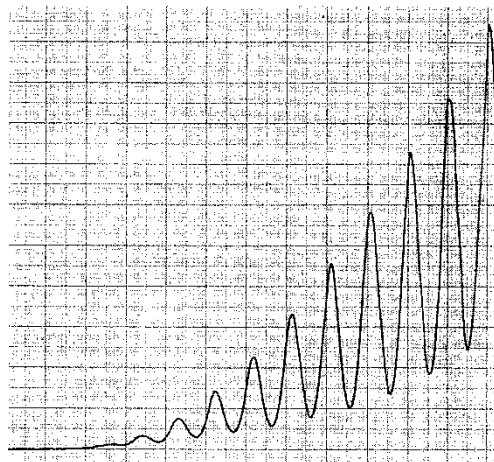

Abb.3 Schreiberbild der Franck-Hertz-Kurve
- Durch langsame und stetige Erhöhung der Beschleunigungsspannung U_B können Sie nun eine Franck-Hertz-Kurve aufnehmen (Abb. 3) und die genauen Positionen der Maxima und Minima mit dem Digitalvoltmeter ermitteln.